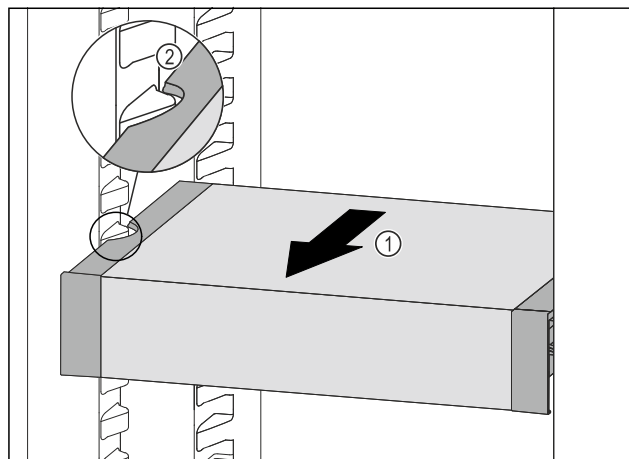

Fig. 166
- Tirer le VarioSafe vers l'avant Fig. 166 (1) jusqu'à ce que les encoches latérales du VarioSafe se trouvent au niveau de la nervure du bac dans la partie réfrigérateur. Fig. 166 (2)